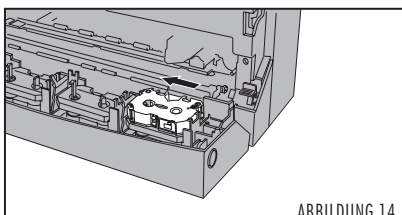
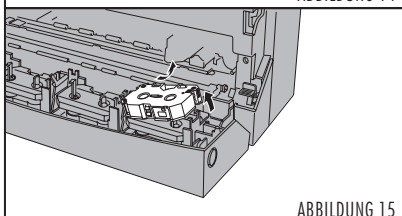

ABBILDUNG 14
ABBILDUNG 15
2. Drücken Sie die Kassette gegen die linke Verriegelung des Halters (Abb. 14) und heben die rechte Seite zuerst heraus (Abb. 15).